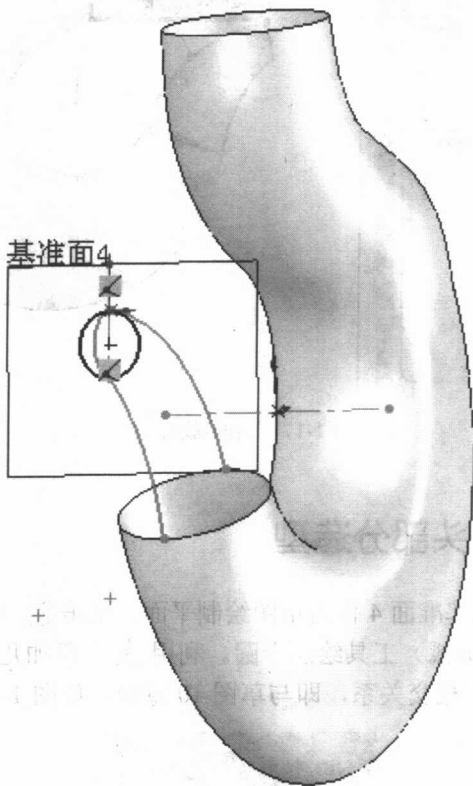

图 1-16 草图 10
③ 创建草图 10。选择“前视基准面”作为草图绘制平面。单击  (草图绘制) 工具, 再单击草图工具栏中的  (圆) 工具、 (中心线) 工具绘制草图。利用  (添加几何关系) 工具添加所绘圆与草图 9 中两圆弧端点的相交关系, 如图 1-16 所示。单击  (退出草图) 图标, 完成草图 10 的绘制。